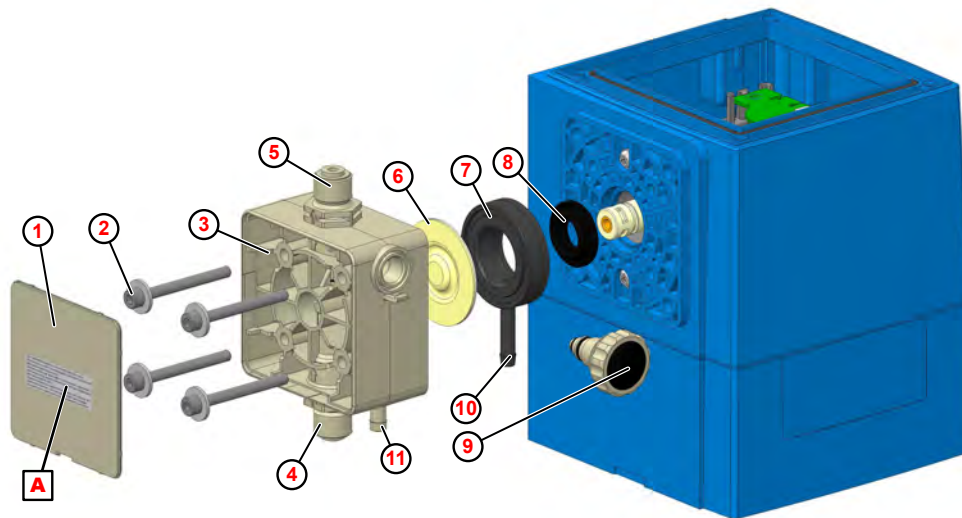

Abb. 103: Austausch von Pumpenkopf, Membrane und Schutzmembrane
1. Saug- und Druckventil (Abb. 103 , ④ und ⑤) abschrauben.
2. Entlüftungsschraube ⑨ herausschrauben (nur bei Pumpenkopfwechsel).
3. Abdeckplatte ① am Dosierkopf entfernen.
4. Pumpenkopfschrauben ② lösen und herausnehmen.
5. Pumpenkopf ③ abnehmen.
6. Membrane ⑥ abschrauben.
7. Zwischenplatte ⑦ rausnehmen.
8. Schutzmembrane ⑧ vom Stößel abziehen.
10. Zwischenplatte so einlegen, dass Membranbruchauslauf ⑩ nach unten zeigt.